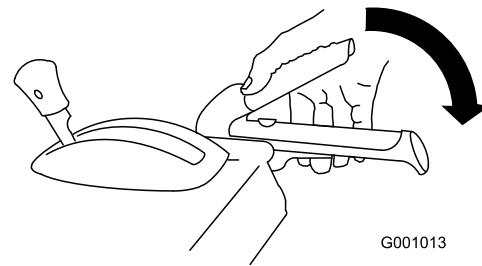

Figure 36
- Pour engager la fraise à neige/turbine, serrez le levier droit (fraise à neige/turbine) contre la poignée (Figure 36).